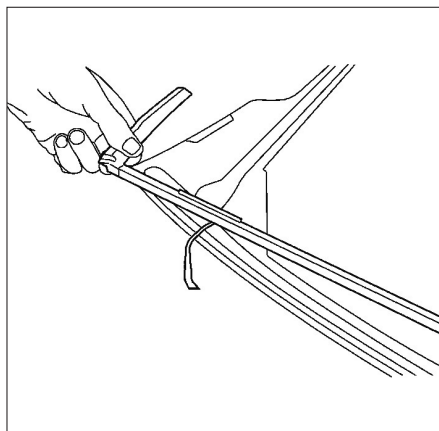

FIG. 130
- commencer par décoller partiellement dans les angles les languettes protectrices d'adhésif (Fig.130)